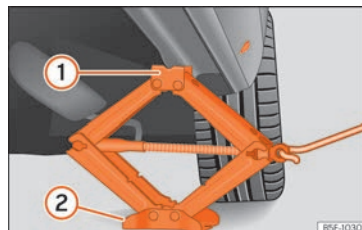

Fig. 38 Longarina: colocação do macaco do veículo.
- Rode a manivela do macaco*, colocado por baixo do ponto de apoio da longarina, para levantá-lo até que o ressalto ① »» Fig. 38 se encontre por baixo da zona que lhe corresponde.
- Alinhe o macaco* de forma que o ressalto ① «fique encaixado» na zona da longarina que lhe corresponde e que a placa base móvel ② fique apoiada no chão. A placa base ② deve ficar colocada na vertical, relativamente ao ponto de apoio ①.